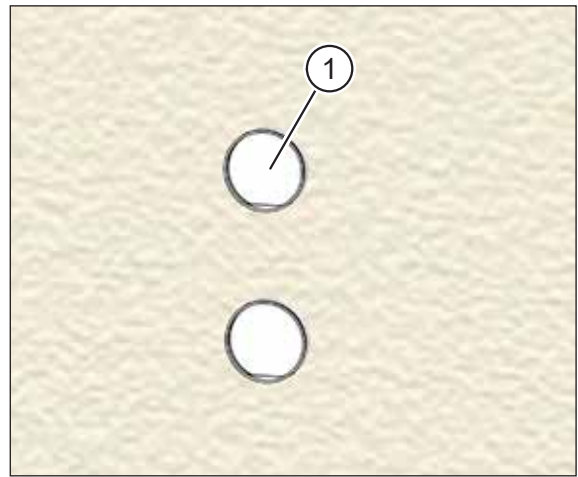

Abb. 27: Montageset außen verputzt
- ▶ Entfernen Sie beide Putzschutzhülsen (Pos. 1 in Abb. 27).